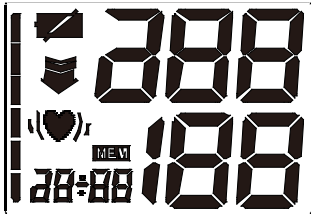

Abbildung 6
- a. Nachdem Sie die Manschette angelegt und eine bequeme Position eingenommen haben, drücken Sie die Taste "START". Das Gerät gibt einen Signalton von sich und das Display zeigt im Selbsttest alle verfügbaren Zeichen an. Siehe Abbildung 6. Falls eines der Displayelemente nicht angezeigt werden sollte, wenden Sie sich bitte an den Kundendienst.